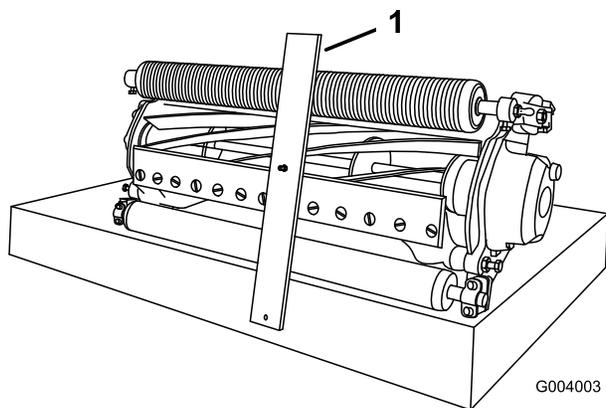

図 62
3. ゲージバーのネジ頭を下刃の切っ先に引っかけ、バーの後端を後ローラに当てがう（図 62）。